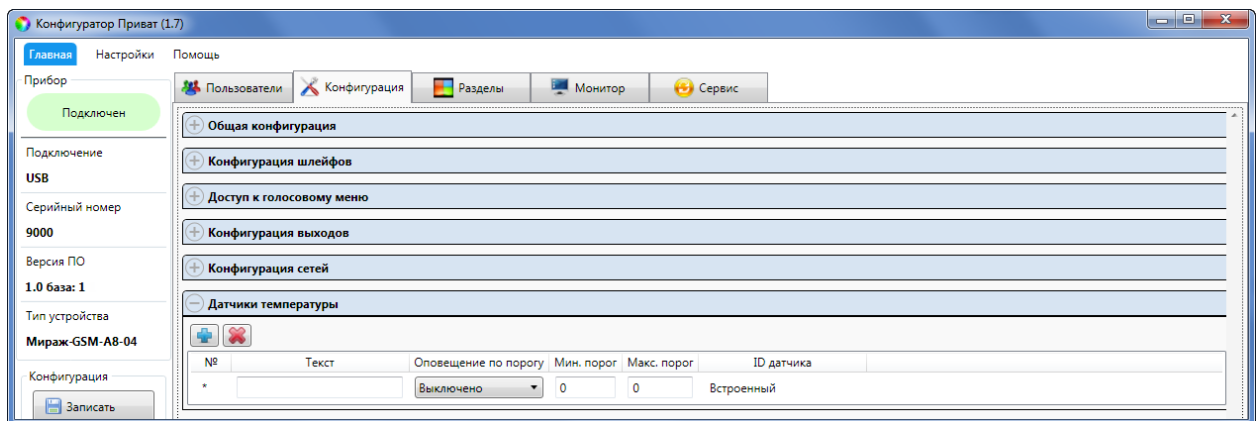

Рисунок 7.29 – Блок *Датчики температуры*
- Нажмите кнопку  в блоке Датчики температуры (см. рисунок 7.29).